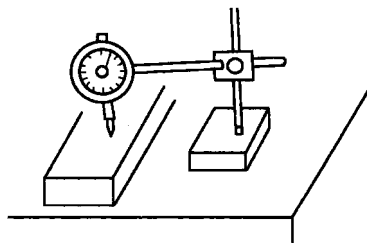

图 1-27 测量平行度
- 1) 将工件基准面置于平台上, 将百分表测头置于被测面上, 如图 1-27 所示。